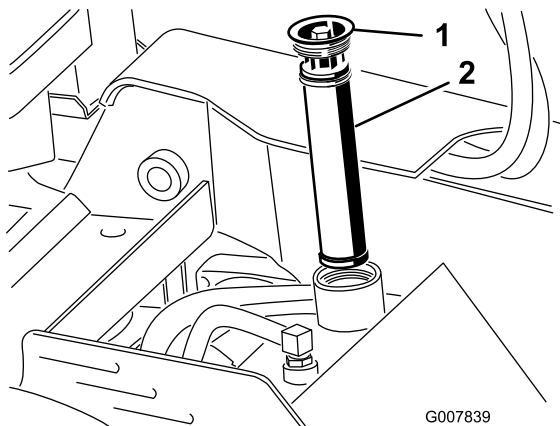

Figura 55
5. Retire y deseche el filtro usado (Figura 55).
6. Instale el tapón de llenado y el filtro hidráulico nuevo (Figura 55) y apriete el perno a 13–15.5 Nm (110–140 pulgadas-libra).
6. Retire el tapón de llenado del depósito hidráulico y el filtro (Figura 55).
12. Instale el filtro hidráulico y el tapón de llenado (Figura 55) y apriete el perno a 13–15.5 Nm (110–140 pulgadas-libra).